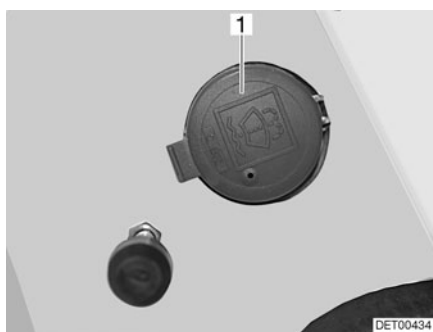

Fig. 23 Bec de remplissage réservoir pour liquide d'essuie-glace
- Enlever le couvercle (Fig. 23,1) du bec de remplissage du réservoir d'eau d'essuie-glace.